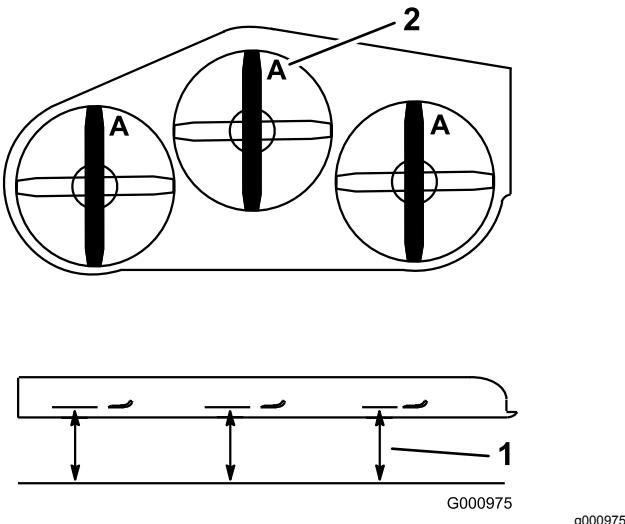

Figura 101
4. Misurate da un piano orizzontale fino al tagliente delle lame, posizione A, (Figura 101).